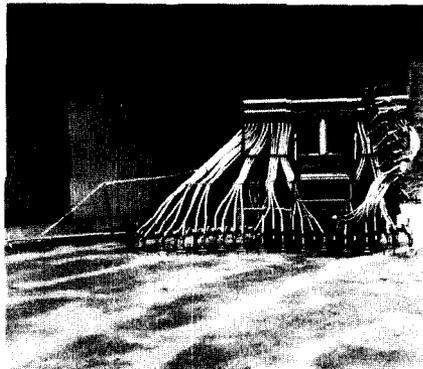

Abbildung 4
1. Seitliche Schlauchhalter mit Schläuchen aus den zusammengeklappten Auslegern herausnehmen (Abb. 4) und auf die Flacheisen (links und rechts) am Behälter stecken, um ein Zurückfallen der Schläuche zu vermeiden.